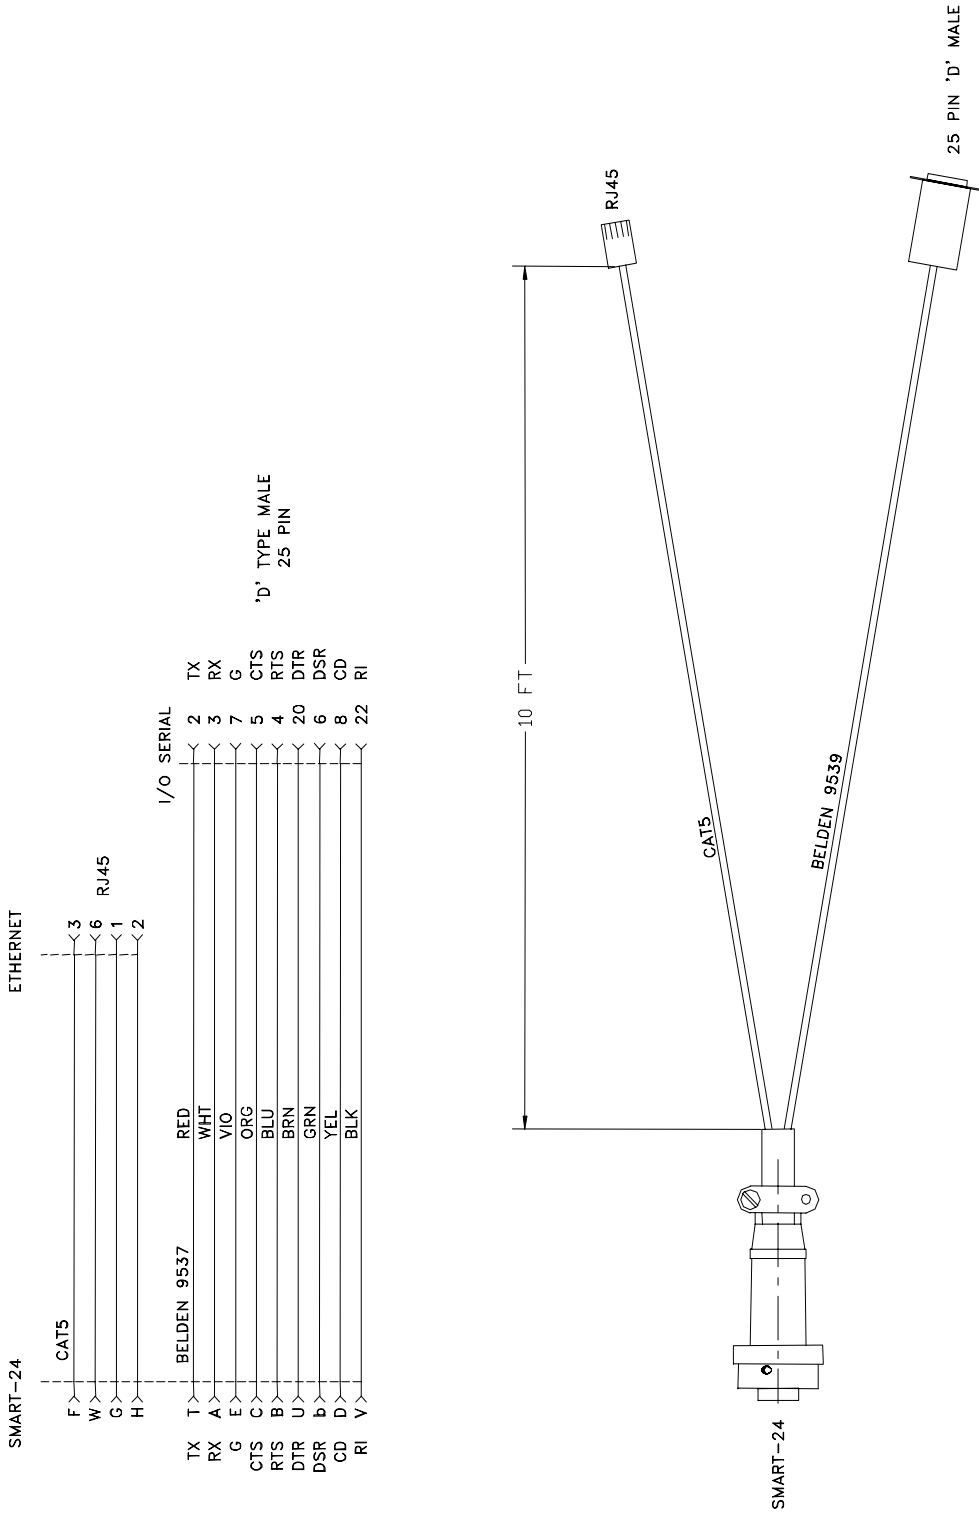

图 A-6. SMART-24 输入/输出电缆, 串口到 25 针调制解调器 + 以太网口
- 图 A-6. SMART-24 输入/输出电缆，串口到 25 针调制解调器 + 以太网口